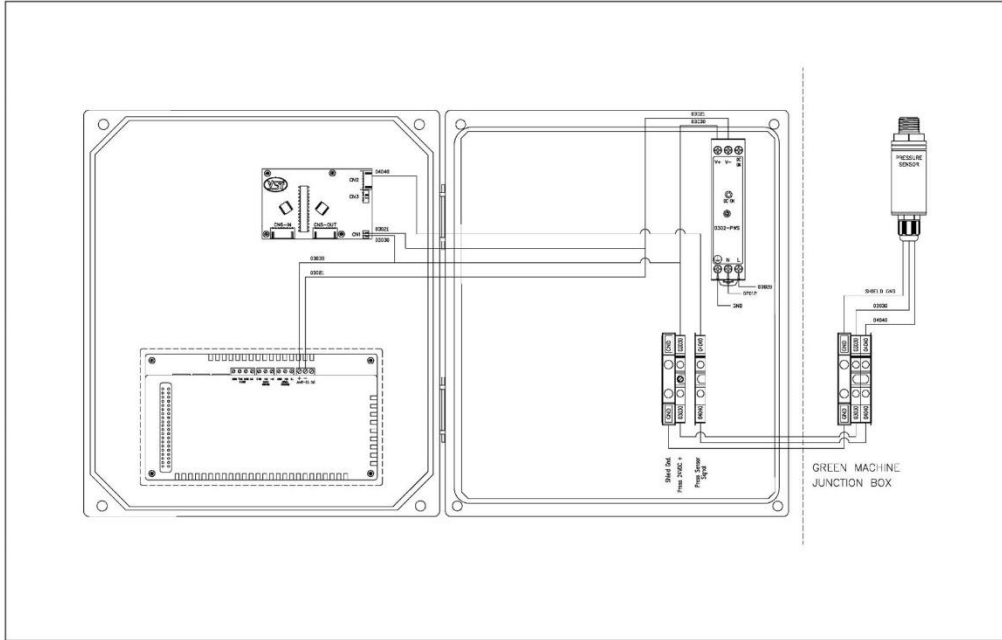

Figura 8-5: Diagrama de cableado del sensor de presión (alimentación de 24 VCC y señal de 4-20 mA)
- Se producirá una alarma de sensor de presión si el PLC no recibe una entrada de 4-20 mA del sensor de presión o si no hay alimentación de 24 VCC en el sensor de presión. **Vea la Figura 8-5.**
<ol style="list-style-type: none"> 1. Verifique que se muestre una lectura del sensor de presión en la pantalla principal. Si la lectura del sensor de presión no se muestra: <ol style="list-style-type: none"> a) No hay alimentación de 24 VCC en el circuito del sensor de presión. b) No hay señal del sensor de presión en el PLC. c) Verifique el circuito de alimentación del sensor de presión como se muestra en la Figura 8-5. d) Repare el circuito de alimentación del sensor de presión según sea necesario. e) Si los circuitos de potencia y señal están bien, reemplace el sensor de presión. f) Procedimiento de prueba de entrada del sensor de presión del panel de control. Vea Sección 8.5.2 g) Procedimiento de prueba del sensor de presión Vea Sección 8.5.3 <ul style="list-style-type: none"> • Si la alarma del sensor de presión aún está activa, llame a un técnico de servicio de VST.